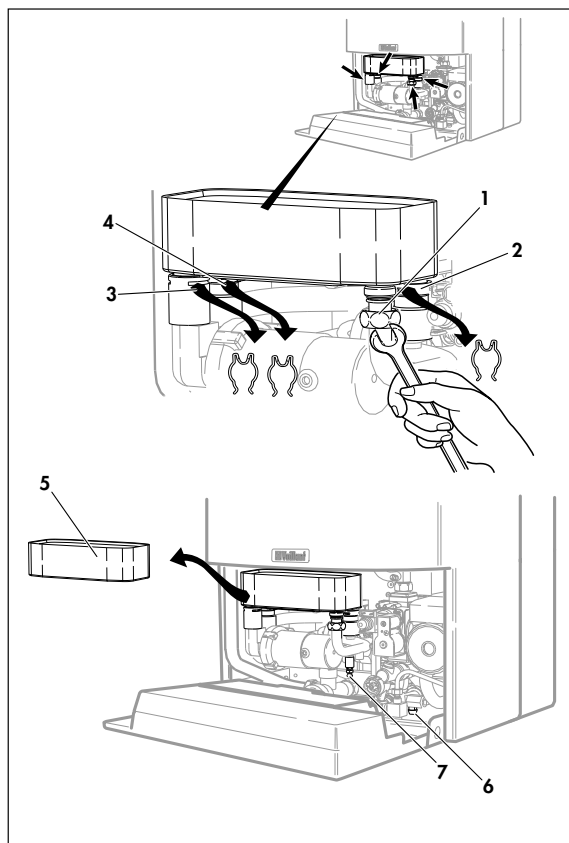

Рис. 8.2: Чистка вторичного теплообменника
- Откройте дополнительно воздушный клапан (7), чтобы выполнить удаление воздуха из насоса. питающего накопитель, и из вторичного теплообменника (см. рис. 8.2).
- Откройте спускной клапан (6) аппарата (см. рис. 8.2), а также самую высокую точку забора горячей воды. В результате этого будут происходить вентиляция накопителя горячей воды аппарата и опорожнение через открытый спускной клапан.